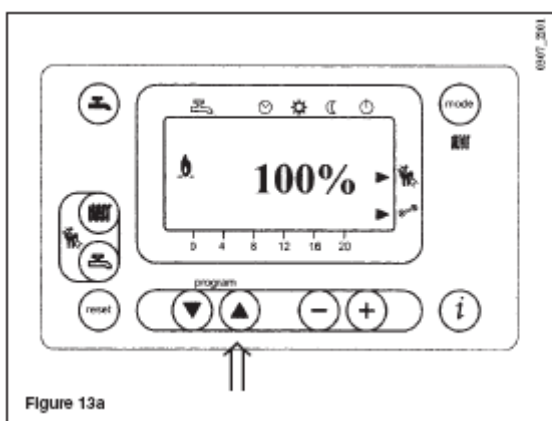

Рисунок 13a
- Нажать кнопку , чтобы установить максимальную тепловую мощность на выходе с индикацией 100% на дисплее (рисунок 13a).